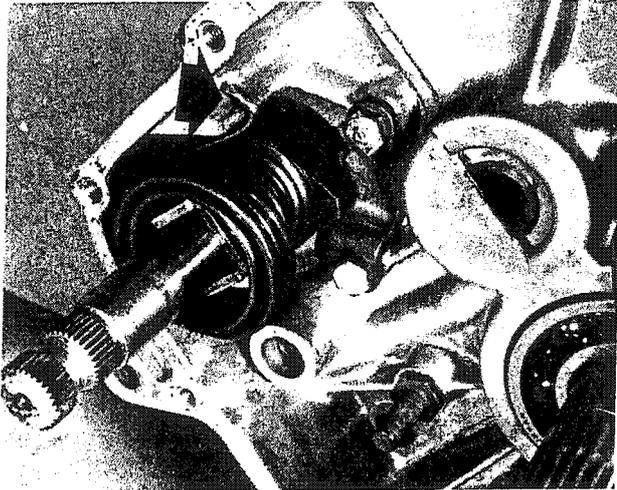

Bild 61
- Das äussere Ende der Kickstarter-Rückholfeder mit einer kräftigen Zange ergreifen und aus der Verankerung aushängen. Die Feder im Gegenuhrzeigersinn vorsichtig entspannen (Bild 61). Die Führungsbuchse herausziehen und das innere Federende aus der Bohrung in der Kickstarterwelle herausziehen. Nun kann die Feder von der Welle abgezogen wer-